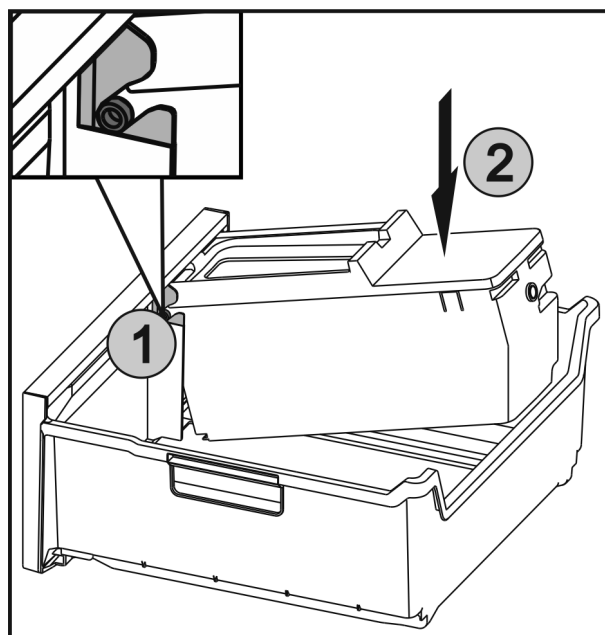

Fig. 46
- ▶ Вс тавить ос и Fig. 46 (1) на EasyTwist-Ice в направ- ляющие и вдавить заднюю с торону Fig. 46 (2) до фиксации накладки.